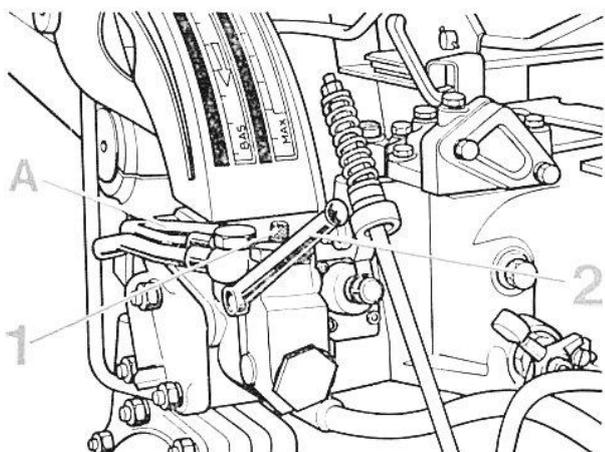

FIG. 30
**a) branchement simple effet (fig. 30)**
- Desserrer la vis de barrage (1).